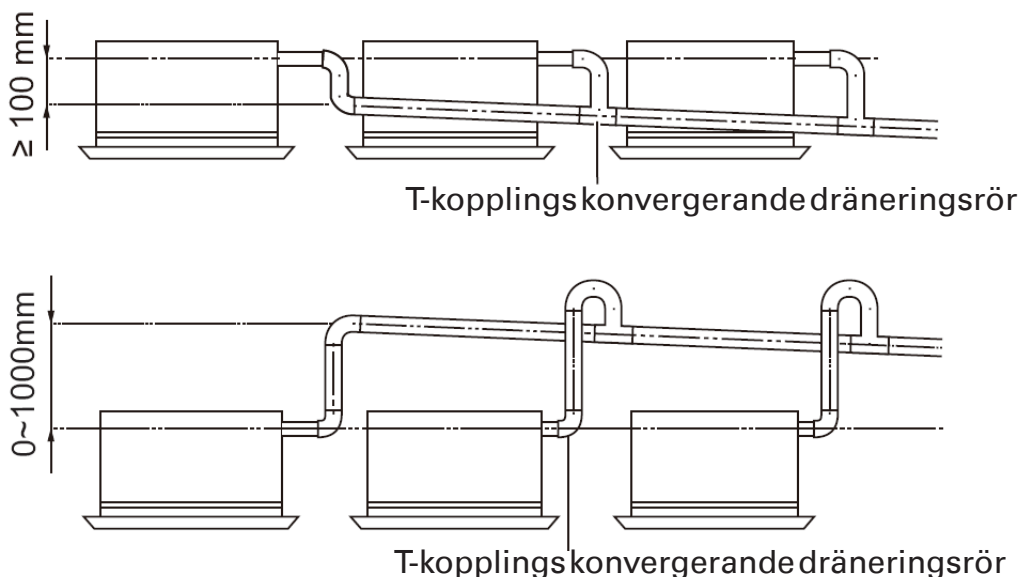

Fig.23
(3). När flera dräneringsrör skall slås ihop skall de installeras som i Fig.23. Välj konvergerande dräneringsrör vars dimension är lämplig för enhetens driftskapacite. (Ta kassettenheten till exempel)